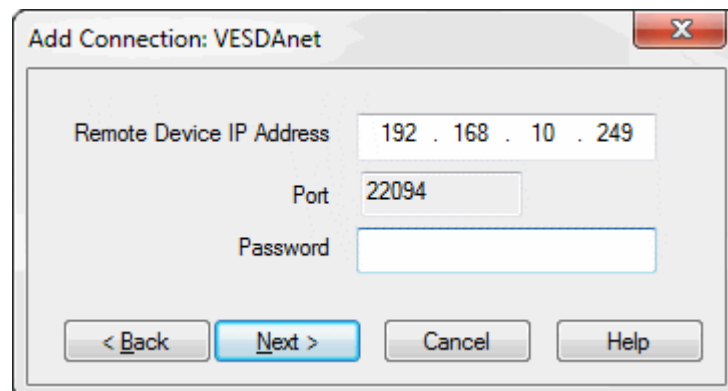

Figure 5-6: Saisir l'adresse IP
2. Saisissez l'adresse IP du détecteur. Saisissez le mot de passe qui a été défini pour l'authentification Ethernet et WiFi. Sélectionnez **Suivant** (Figure 5-6).